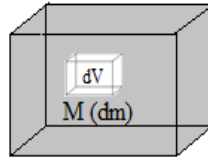

Figure III.3
Soit (S) un système continue volume de point M qui est entouré par un élément de masse (dm). Cet élément de masse existe dans un élément de volume (dV) Figure III.3.